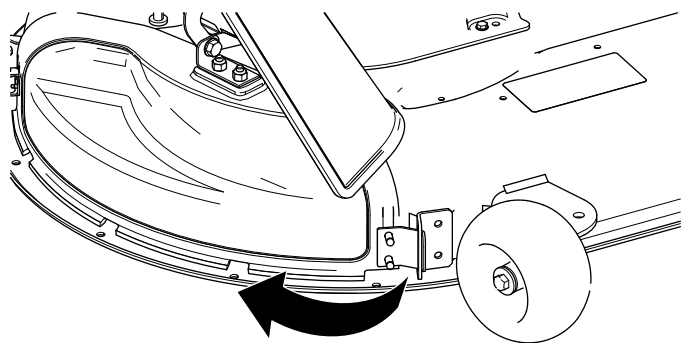

図 14
4. 排出口カバーをデッキの方へ回転させてデッキの排出口を覆うようにする 図 14。